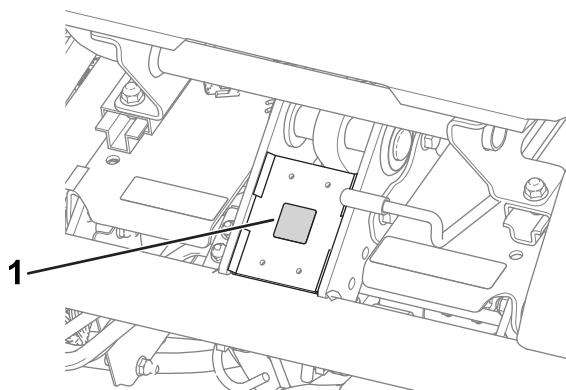

Рисунок 9
- Приклейте наклейку с маркировкой CE на раму под передней стороной сиденья (Рисунок 9).